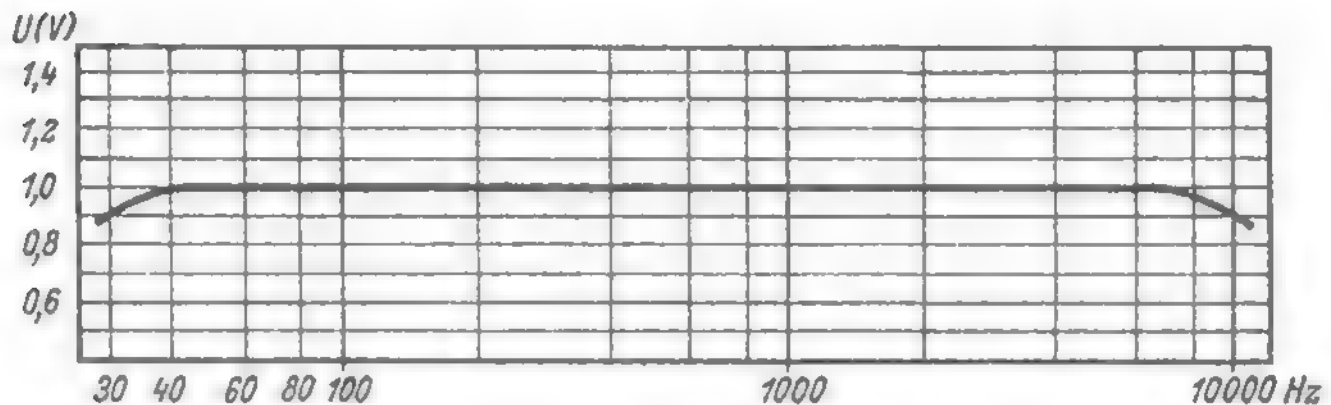

Bild 111. Frequenzkurve eines Spannungsverstärkers
**Verstärker.** (Nf-Verstärker = Niederfrequenz-Verstärker). Wichtigste Kenngröße ist der Verstärkungsgrad. Er ist festgelegt durch das Verhältnis Ausgangswert zum Eingangswert (Spannungen, Ströme, Leistungen). Maßeinheiten: Dezibel oder Neper. Die Güte des Verstärkers wird durch seine Frequenzkurve charakterisiert, die möglichst geradlinig zwischen Tiefen und Höhen verlaufen soll (Bild 111). Die größten